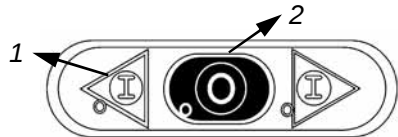

Abb. 5.3.1
5.4 - Inbetriebnahme der Maschine (Abb. 5.3.1)
Um die Maschine in Betrieb zu nehmen, ist es ausreichend die Betriebstaste "1" Abb. 5.3.1 drücken, nachdem man korrekt den Stecker in die Steckdose gesteckt hat und die Maschine in Betrieb genommen hat.
5.5 - Halt der Maschine (Abb. 5.3.1)
Um die Maschine anzuhalten, ist es ausreichend die Stopp-Taste "2" Abb. 5.3.1 zu drücken und die Maschine hält an.